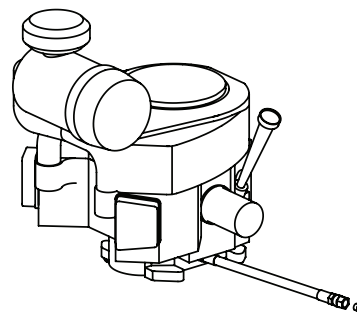

Figure 32
- Localisez le tuyau de vidange d'huile sur le moteur (Figure 32).
5. Tout en maintenant l'extrémité libre du tuyau de vidange d'huile au-dessus du récipient de collecte d'huile, dévissez le bouchon à tête carrée de l'extrémité du tuyau (Figure 32 à la page 64). Vidangez l'huile moteur dans le récipient de récupération d'huile.